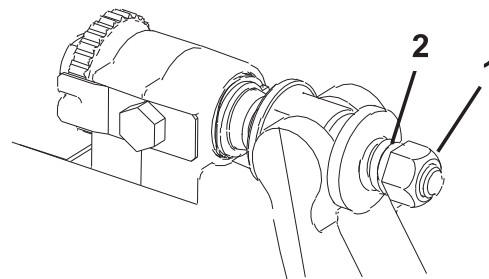

図 24
3. スプリングがつぶれるまでテンション・ナットを締め、そこから半回転戻す (図24)。